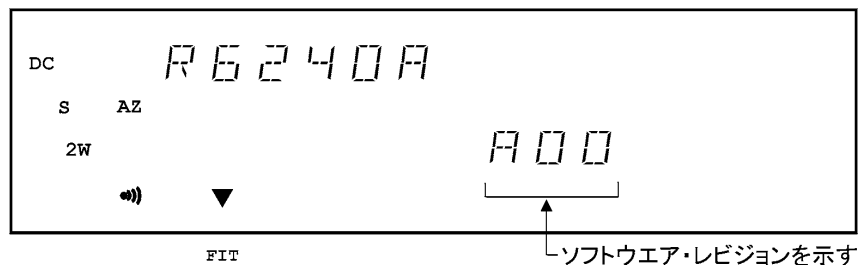
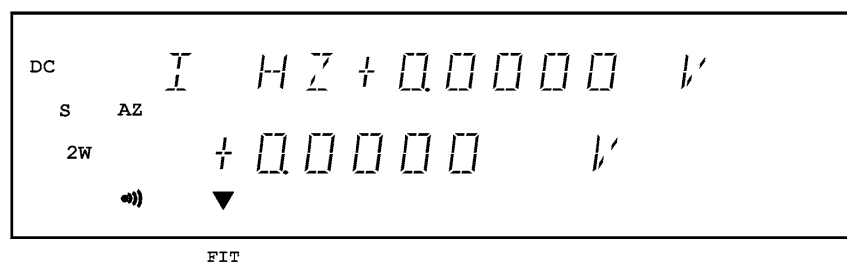

図 1-7 セルフ・テスト終了時の表示
図 1-8 スタート・アップ画面
正常に終了すると、機種名、電源周波数、GPIB アドレス、ROM のレビジョンを表示したあと（図 1-7 参照）スタート・アップ画面が表示されます（図 1-8 参照）。
1. 前回の設定条件により、図 1-8 と異なる表示になることがあります。